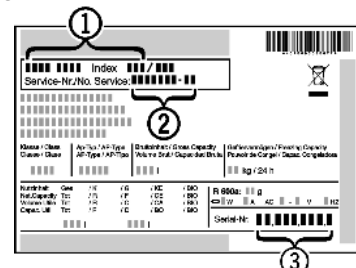

Fig. 43
- ▶ Consulter la désignation de l'appareil Fig. 43 (1), le N° de service Fig. 43 (2) et le N° de série Fig. 43 (3) sur la plaque signalétique. La plaque signalétique se trouve à l'intérieur de l'appareil, sur le côté gauche.